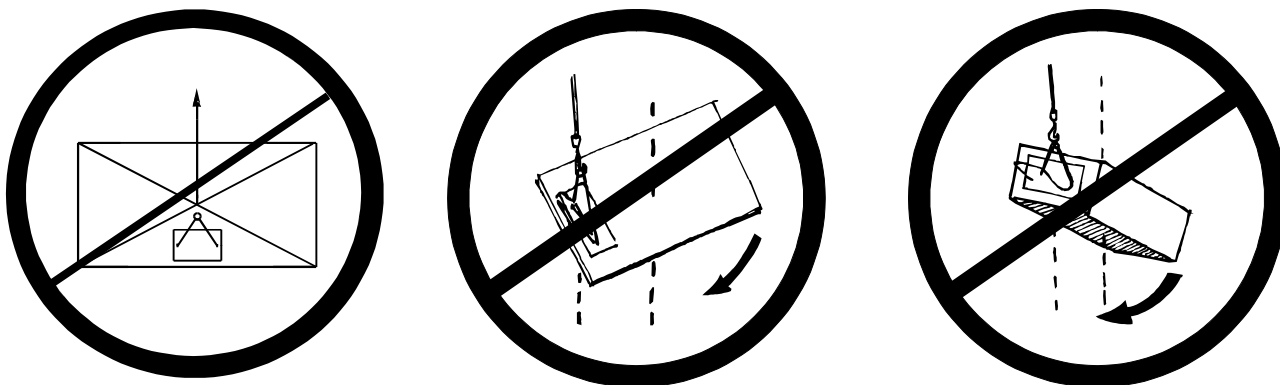

Fig. 4
- Il n'est pas permis l'usage de la ventouse en conditions différentes que celles décrites, par exemple, comme dans la Fig. 4.